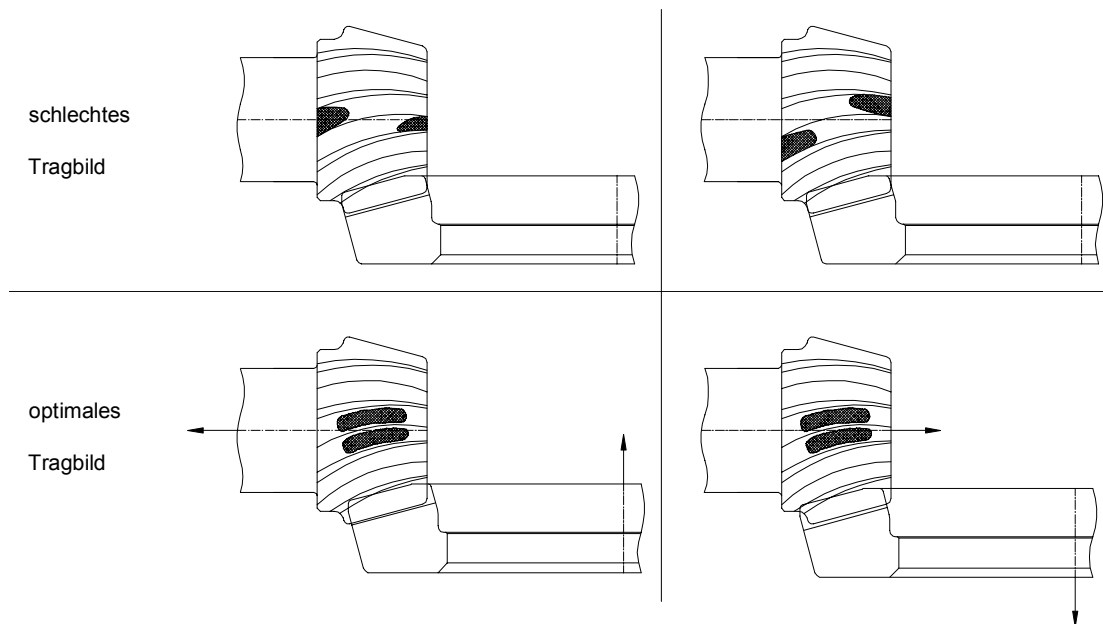
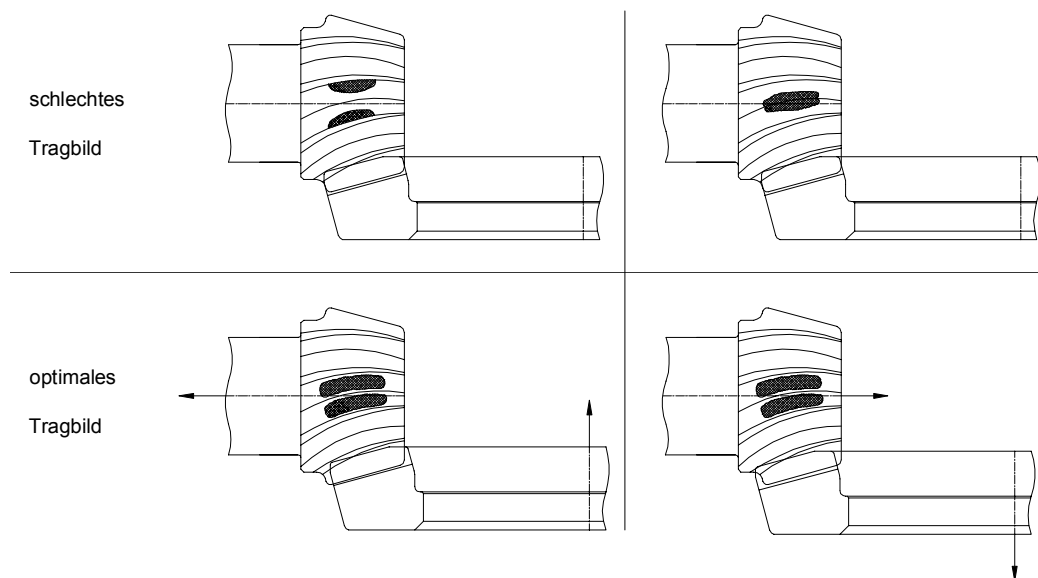

Abbildung 6
Abbildung 7
- Demontieren Sie den linken Seitendeckel und kontrollieren Sie das Tragbild. Abbildung 6 und Abbildung 7 zeigen, wie das Tragbild aussehen sollte und wie es ggf. verbessert werden kann.